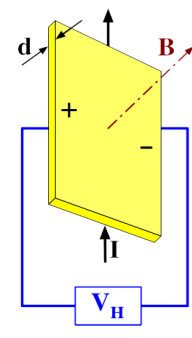
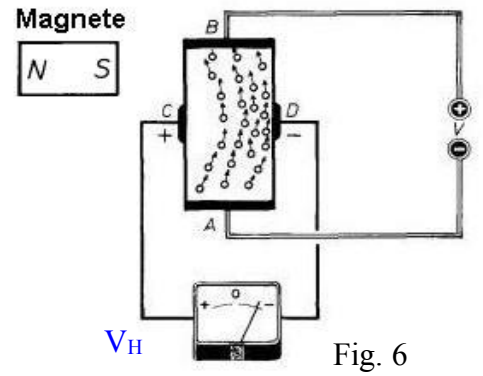

Fig. 5
Fig. 6
L'effetto Hall (Fig.5 e Fig.6) è la formazione di una differenza di potenziale, detto potenziale di Hall (V_H), sulle facce opposte di un conduttore elettrico dovuta a un campo magnetico (induzione magnetica B) perpendicolare alla corrente elettrica (I) che scorre in esso. L'effetto prende il nome dal fisico Edwin Hall che per primo lo scoprì nel 1879.
Quando sui terminali di un conduttore si applica una tensione continua V (Fig. 6), questa promuove un flusso di elettroni uniforme dal punto A verso il punto B, senza che, tra due punti estremi di una sezione trasversale del conduttore (C - D) sussista alcuna differenza di potenziale. L'indice del voltmetro, infatti, rimane fermo sullo zero centrale.
Se, invece, come indicato nello schema (Fig. 5), si avvicina un magnete (Polo SUD) al conduttore, il flusso di elettroni subisce una deviazione dal percorso rettilineo, con un certo ammassamento verso il punto D ed un diradamento nella zona prossima al punto C.